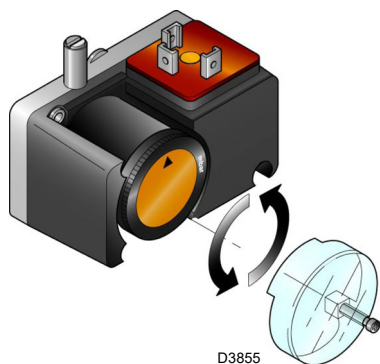

Fig. 34
- Régler le pressostat pour le contrôle d'étanchéité (Kit PVP)(Fig. 34 à la page 34), si présent, conformément aux instructions fournies avec le kit.
Régler le pressostat pour le contrôle d'étanchéité (Kit PVP)(Fig. 34) si présent, conformément aux instructions fournies avec le kit.